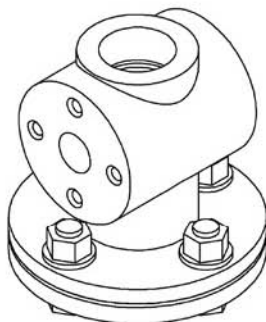

Рис. 3.9. Соединение болтовое
18. Выберите команду **Массив по концентрической сетке**. В дереве модели отметьте болт, шайбу, гайку. Эти названия отражаются в окне **Компоненты**. Укажите ось и число элементов для создания массива (рис. 3.9).